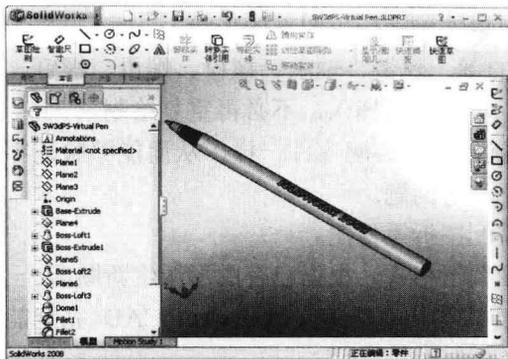

图 1-4 SolidWorks 2008 的主界面
- **SolidWorks (Dassault Systems 公司出品):** SolidWorks 是一套机械设计自动化软件, 它采用了大家所熟悉的 Windows 图形用户界面。使用这套简单易学的工具, 机械设计工程师能快速地按照其设计思想绘制出草图, 运用特征与尺寸制作模型和详细的工程图。如图 1-4 所示是 SolidWorks 2008 的主界面。